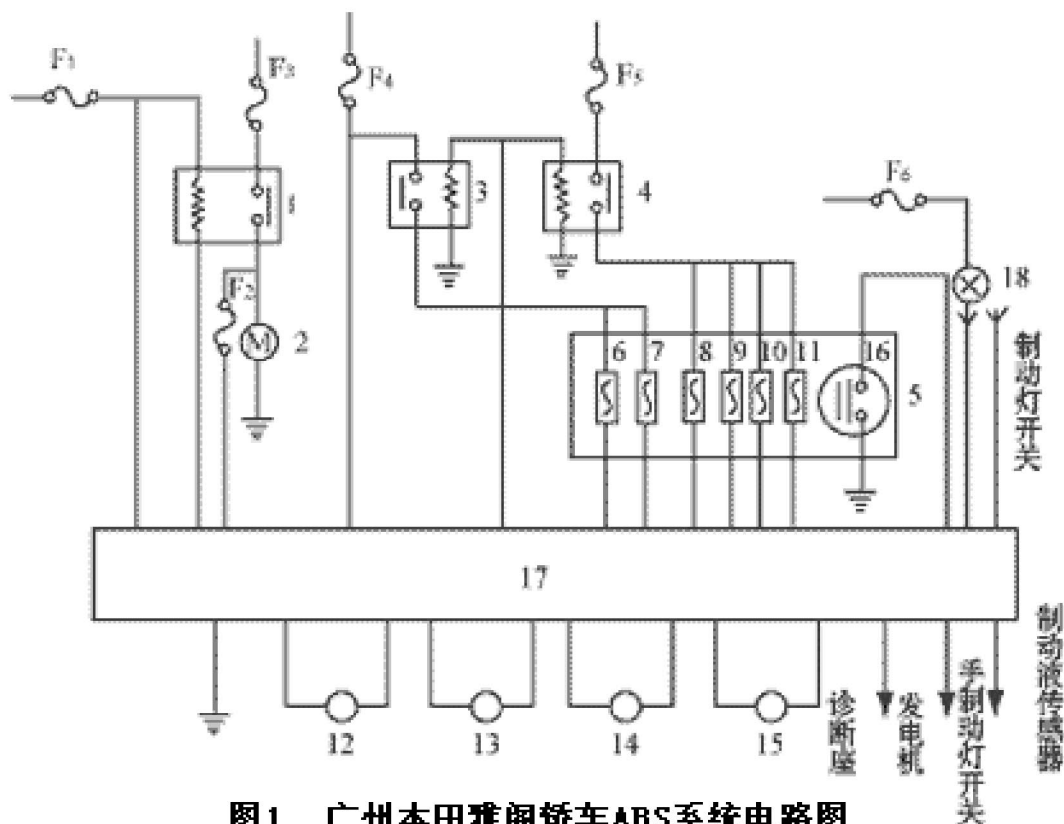

图1 广州本田雅阁轿车ABS系统电路图
- 2). 该车装有故障自诊断系统, 取下右侧杂物箱, 找出自诊断座上的蓝色 2 孔插座, 短接。将点火开关拔至 ON 位置, ABS 灯闪烁故障码为 10, 表明制动液电动泵运转不停。但观察启动 ABS 灯亮时, 该泵并不转。根据 ABS 系统的工作原理和电路图分析 (见下图 1), 产生此故障码的原因可能是压力不够或压力开关不能闭合所致。